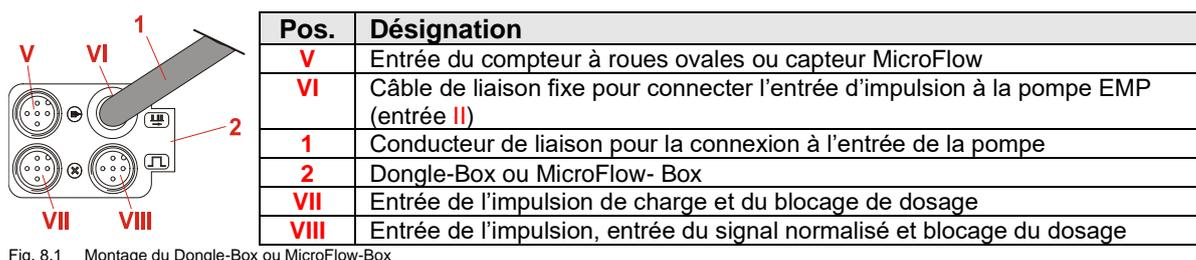
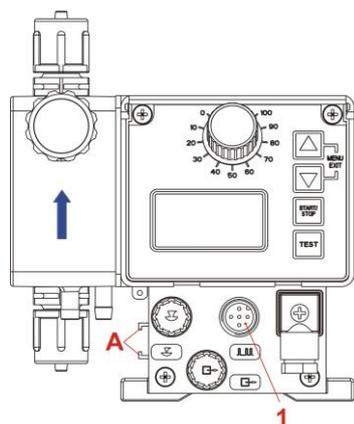

Fig. 8.1 Montage du Dongle-Box ou MicroFlow-Box
Fig. 8.2 Montage du Dongle-Box ou MicroFlow-Box 1
Monter le Dongle- Box ou. le MicroFlow- Box (fig. 8.1) sur la glissière de la pompe EMP prévue à cet effet (fig. 8.2, pos. **A**):
- ✘ Pousser le Dongle- Box ou. le MicroFlow- Box (fig. 8.1) dans la glissière sur le côté gauche de la pompe EMP (fig. 8.2, pos. **A**) jusqu'à ce qu'il s'enclenche.
- ✘ Raccorder le câble de liaison (fig. 8.1, pos. **3** et 8.3, pos. **2**) sur l'entrée d'impulsion/du signal normalisé (fig. 8.2, pos. **1**).
Si, avant l'extension par un Dongle- Box ou MicroFlow- Box, un connecteur est enfiché sur l'entrée d'impulsion / du signal normalisé (voir la fig. 8.2, pos. **1**), celui-ci peut être connecté après l'extension au connecteur VIII (voir la fig. 8.1, pos. **VIII**) du Dongle- Box ou MicroFlow- Box.